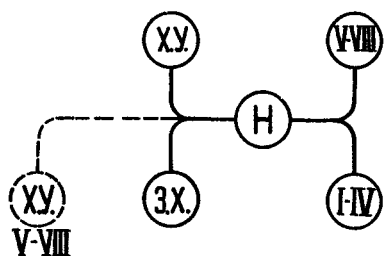

Рис. 10. Схема переключения рядов на тракторе Т-150.
- 34 — рычаг переключения рядов (схема его положений показана на рис. 10);